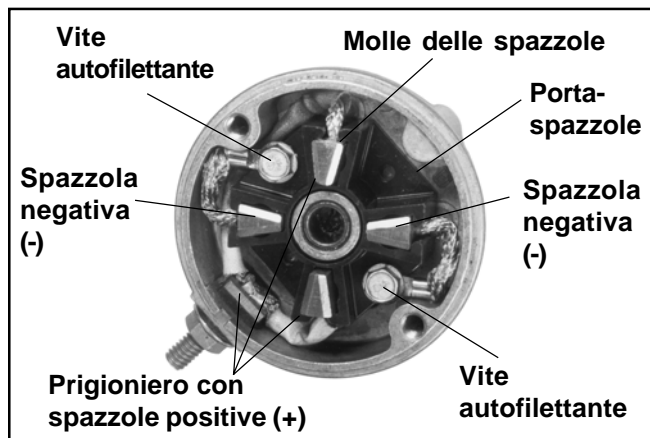

Figura 8-35. Cappuccio terminale del commutatore di tipo "A" con spazzole.
1. Rimuovere le molle delle spazzole dalle cavità nel portaspazzole. Vedere Figura 8-35.